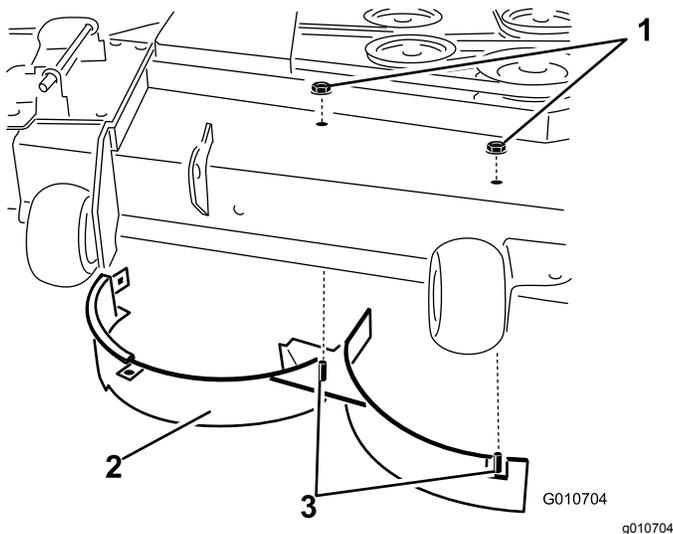

Figure 34
12. Retirez les 2 contre-écrous (5/16") qui fixent les montants soudés du déflecteur droit sur le dessus du plateau de coupe, au centre et à droite du centre (Figure 34).
13. Retirez le boulon de carrosserie et le contre-écrou qui fixent le déflecteur droit au sommet du plateau de coupe puis déposez le déflecteur (Figure 34).